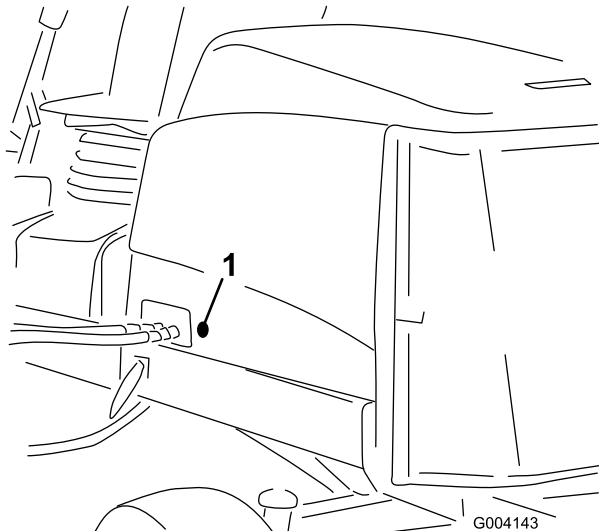

Figura 17
2. Retire el tapón de goma del taladro de lado izquierdo del capó (Figura 17).